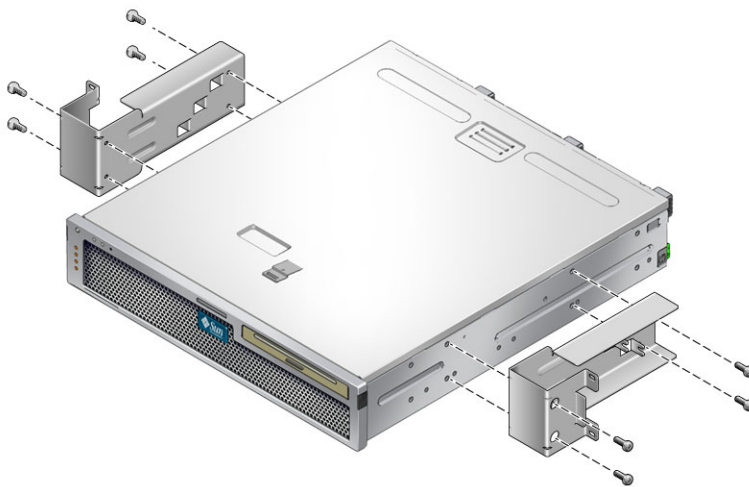

图 4-2 将侧托架固定到服务器的侧面
2. 使用八颗 M5 x 10 SEM 螺丝（每个侧托架使用四颗），将侧托架固定到服务器的侧面（图 4-2）。